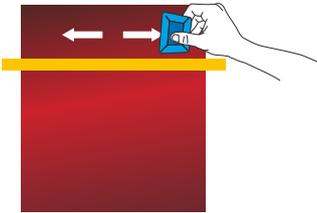

Abbildung 07
- › Die Verklebung der Folie mit einer Rakele beginnen, die zuvor mit Filz bezogen wurde. Rakele in einem Winkel von 45° halten und von der Mitte her in Richtung Ränder ziehen. (Abb. 07)